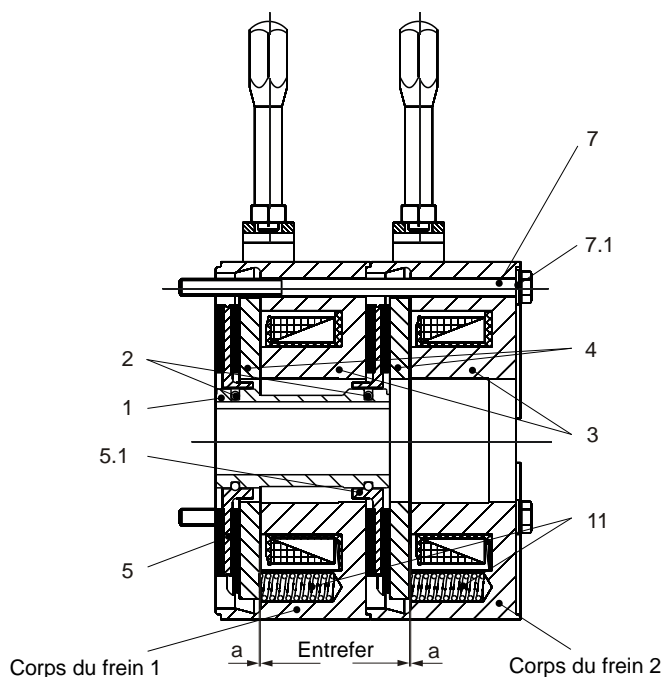

Fig. 2
- Au besoin, monter le flasque (9) sur la surface de montage à l'aide des vis à tête cylindrique (10) (respecter les couples de serrage selon le tableau 3).
- Monter le moyeu complet (1) avec joints toriques (2 / selon les types) / **les joints toriques doivent être légèrement graissés** sur l'arbre et le placer en position correcte (longueur de portée de la clavette sur tout le moyeu). Fixer axialement (par ex. avec un clip).
- Glisser le rotor 1 (5) à la main, en exerçant une légère pression, sur le moyeu (1) par dessus les deux joints toriques (2 / selon les types) (l'épaulement du rotor en direction opposée à la paroi de la machine ou du flasque). Le rotor doit coulisser librement sur la denture. Ne pas endommager les joints toriques !
- Glisser le corps du frein 1 sur le moyeu (1) et sur l'épaulement du rotor 1 (5). (trous de fixation alignés avec les trous taraudés du flasque (9) ou de la paroi de la machine.)
- Glisser le rotor 2 (5.1) à la main, en exerçant une légère pression, sur le moyeu (1), par dessus un joint torique (2 / selon les types), de façon à ce que la garniture de friction du rotor 2 (5.1) repose sur le corps du frein 1 (l'épaulement du rotor en direction de la paroi de la machine ou du flasque). Le rotor doit coulisser librement sur la denture. Ne pas endommager le joint torique !
- Introduire les vis à tête hexagonale (7) dans les trous du corps du frein 2. Ensuite les insérer dans le corps du frein 1 (voir fig. 2) et fixer à la paroi de la machine ou au flasque. Serrer les vis à tête hexagonale (7) uniformément **avec une clé dynamométrique au couple de serrage indiqué au tableau 3**.